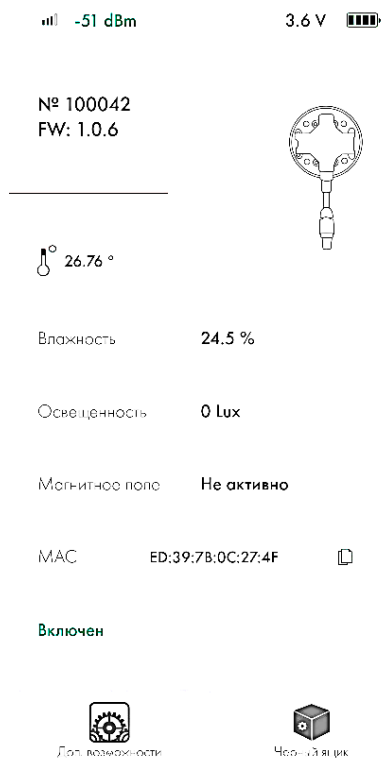

Рисунок 9 - Текущие данные датчика
2.3.7 После подключения появится окно с основными показаниями датчика **Влажность**, **Температура**, **Магнитное поле (при наличии)**, **Освещенность (при наличии)** (рис.9).